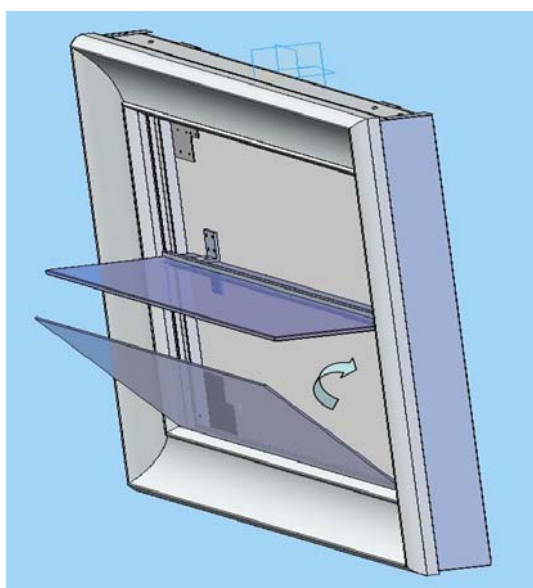

Figura 13
1. Aiutandosi con delle ventose inserire lo specchio centrale nella posizione di destinazione facendolo ruotare come mostrato in figura 13 portandolo a battuta sul profilo di alluminio in alto e infine nella sua sede come indicato in figura 13 14 punti 1 e 2